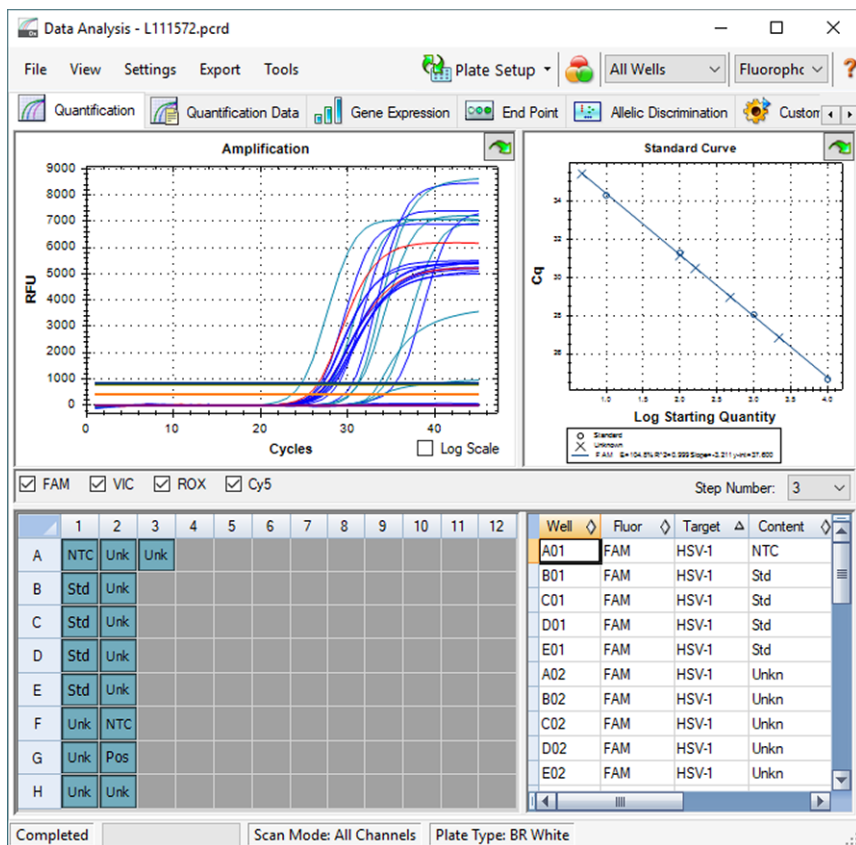
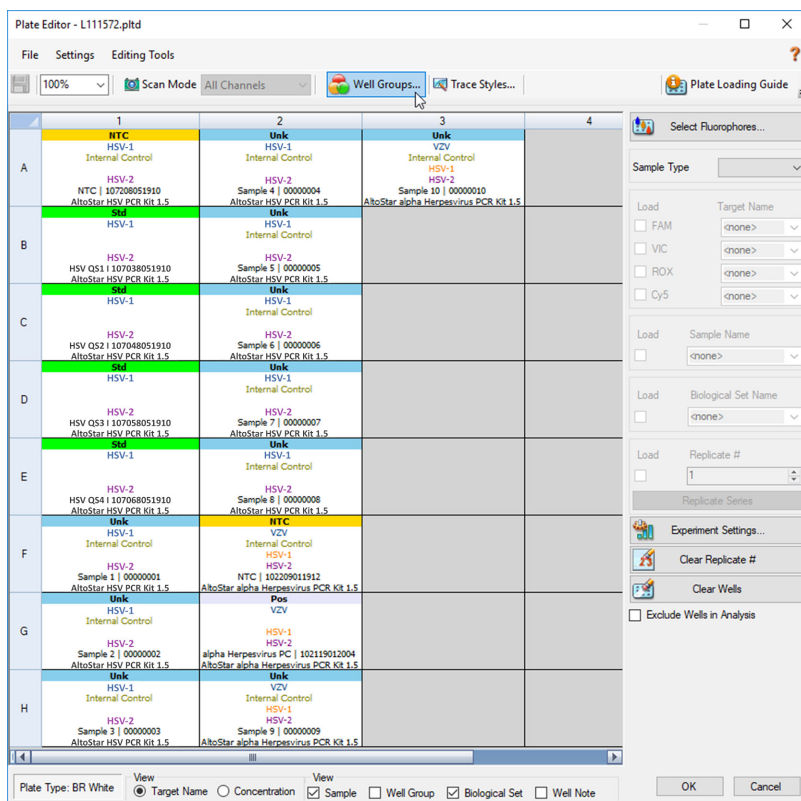
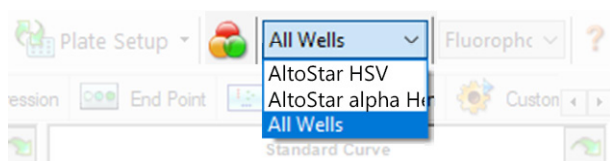

Figura 29: Ventana Data Analysis (análisis de datos)
Figura 30: Cuadro de diálogo Plate Editor (editor de placa)
Figura 34: Botón Well Group (grupo de pocillos) y menú desplegable Well Group (grupo de pocillos)
Al final de la serie PCR, se muestra la ventana **Data Analysis** (análisis de datos) (consulte la Figura 29).
1. En la ventana **Data Analysis** (análisis de datos) (consulte la Figura 29), haga clic en el botón **Plate Setup** (configuración de la placa) en la barra de herramientas y seleccione **View/Edit Plate** (ver/editar placa). Se muestra el cuadro de diálogo **Plate Editor** (editor de placa) (consulte la Figura 30).
En la ventana **Data Analysis** (análisis de datos) (consulte la Figura 29), asegúrese de seleccionar el **Well Group** (grupo de pocillos) del kit AltoStar® HSV PCR Kit 1.5. Por tanto, haga clic en el menú desplegable **Well Group** (grupo de pocillos) junto al botón **Well Group** (grupo de pocillos) (consulte la Figura 34) de la barra de herramientas. No utilice el **Well Group** (grupo de pocillos) «*All Wells*» (todos los pocillos).
1. En la ventana **Data Analysis** (análisis de datos) (consulte la Figura 29), asegúrese de seleccionar el **Well Group** (grupo de pocillos) del kit AltoStar® HSV PCR Kit 1.5. Por tanto, haga clic en el menú desplegable **Well Group** (grupo de pocillos) junto al botón **Well Group** (grupo de pocillos) (consulte la Figura 34) de la barra de herramientas.
2. En la parte izquierda de la ventana **Data Analysis** (análisis de datos) marque únicamente la casilla de verificación **FAM** para el canal de detección del HSV-1 objetivo (consulte la Figura 29).